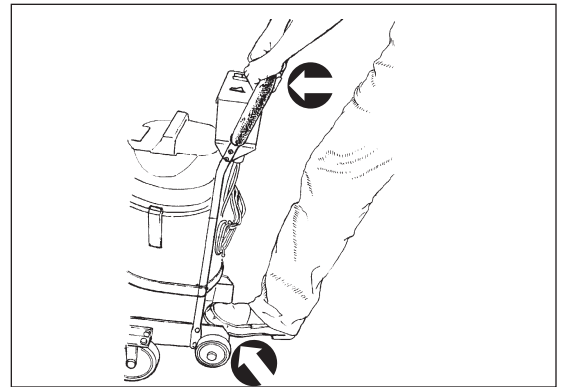

Figura 13
b.) Incline la máquina hacia atrás presionando sobre la tira de asistencia a la inclinación con el pie mientras empuja hacia abajo sobre la manija. (Vea la Figura 13)